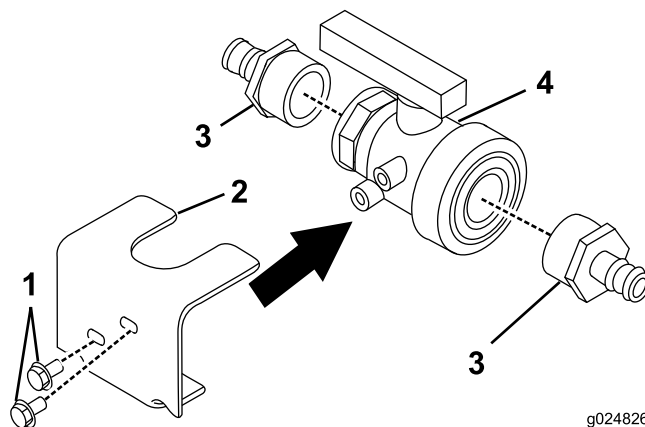

Figura 20
2. Monte el soporte de montaje de la válvula de bola (Figura 20).